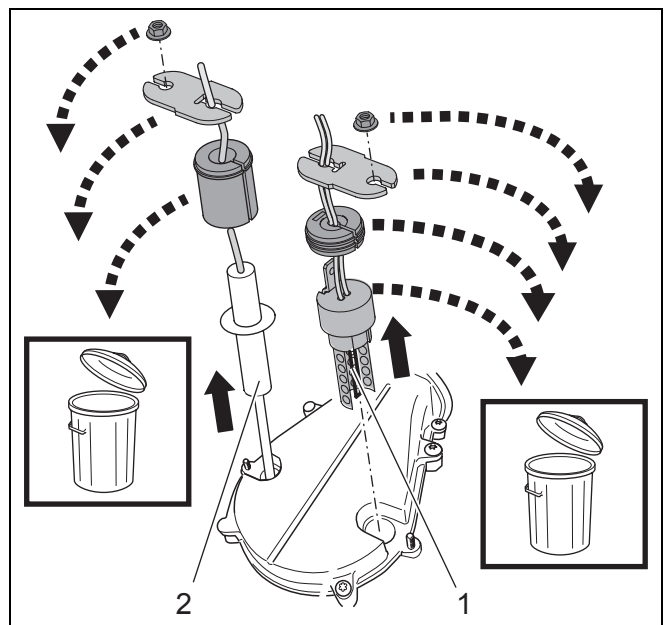

Bild 46 Glühzünder und Ionisationsstift demontieren
- Glühzünderdichtung (→ Bild 46),
- Ionisationsstiftdichtung (→ Bild 46).
- Glühzünder (→ Bild 46, [1]) und Ionisationsstift (→ Bild 46, [2]) demontieren.